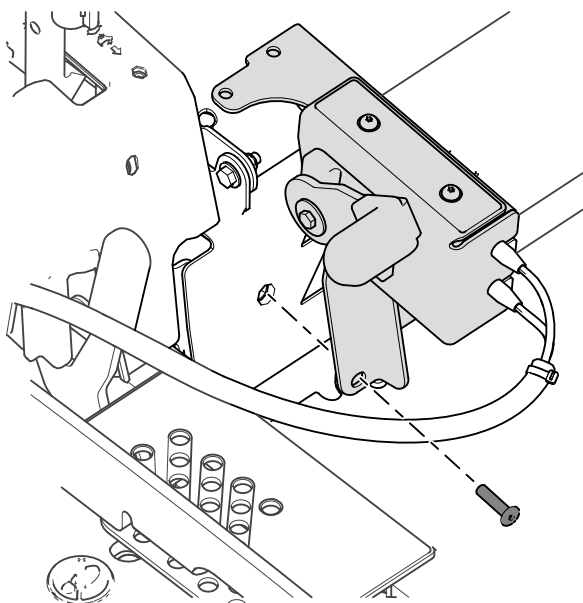

Figur 10
3. Fjern den selvskærende skrue fra højre bevægelseshåndtags dæksel (Figur 10).